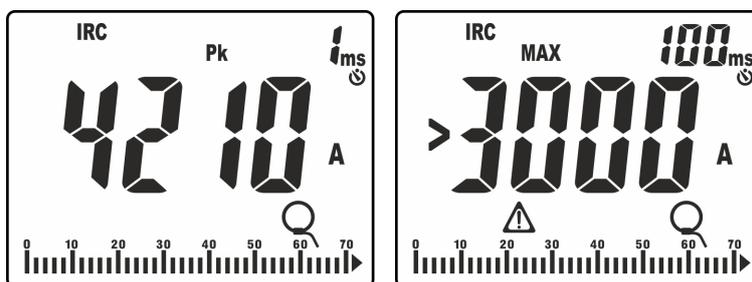

Fig. 42: Exemplos de visualizações da corrente de pico
- Valor de pico “Pk” calculado em **1ms** (ver Fig. 42 – parte esquerda)
11. Se a corrente medida for superior ao FS da pinça configurado, no display é apresentada uma mensagem idêntica à que aparece na Fig. 42 – parte direita (relativa ao FS = 3000A).